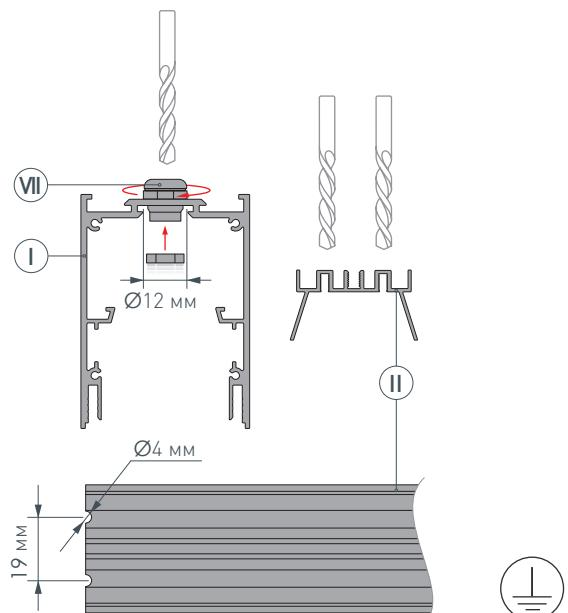

Рис. 1. Подготовка отверстий для вывода кабелей на основании для светодиодной ленты (II). Вид сверху
- 1** / Просверлите отверстие $\varnothing 12$ мм в профиле (I) для вывода сетевого кабеля, а также для установки клемм заземления профиля и блока питания. Затем просверлите два отверстия $\varnothing 4$ мм в основании для ленты (II) для вывода кабеля питания светодиодной ленты, как показано на рис. 1. **Установите клеммы заземления профиля и блока питания.** Установите и зафиксируйте в профиле (I), в отверстии для сетевого кабеля медную муфту (VII).